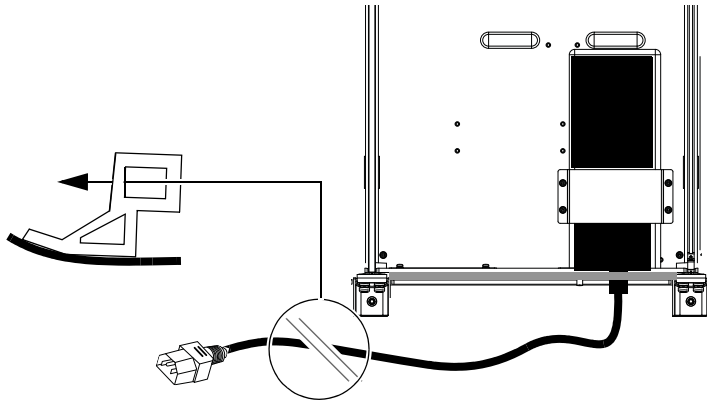

図 15. ケーブルを背面タイ・プレートに通し、PSU につなぐ（Ethernet スイッチは図に含まない）
- 6 それらの AC ケーブルのもう一方の端子を、各背面タイ・プレートの開口部に通し、リア・パネル上部のケーブル・ガイド開口部（四角形の開口部）に通します（図 15 を参照）。